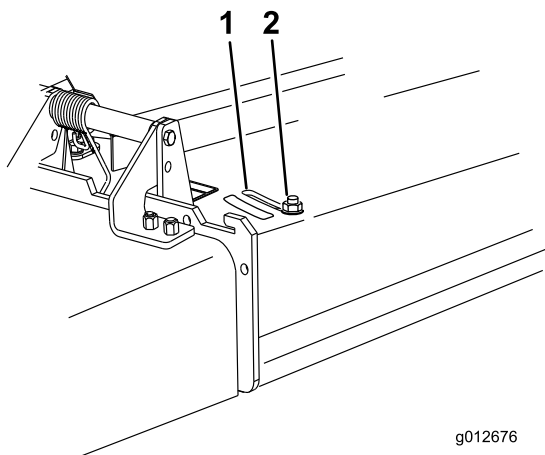

Figura 27
3. Para ajustar el deflector, afloje la tuerca (Figura 27).